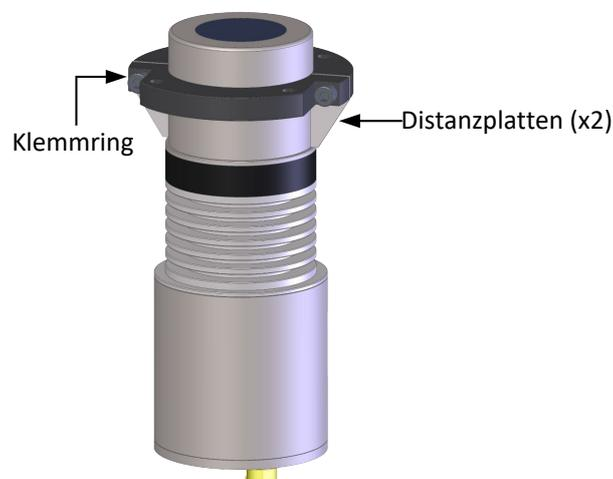

Abbildung 23: Klemmring (bündige Montage)
3. Vergewissern Sie sich, dass die Distanzplatten den Grat am Sensor berühren (Abbildung 23). Ziehen Sie die Klemmring-Schrauben an, um den Klemmring zu arretieren.